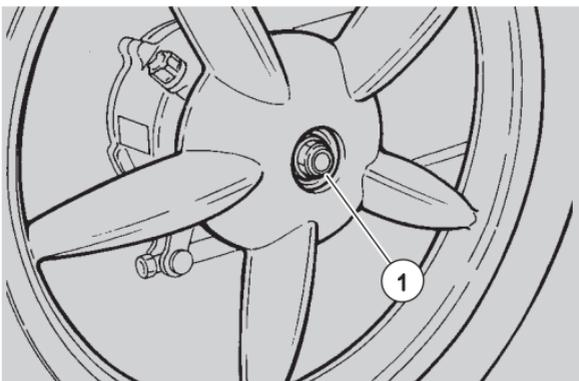

Abb. 34
- ◆ Die Radschraube herausdrehen (1-Abb. 34).
- ◆ Um das Rad wieder einzubauen, die Radschraube (1-Abb. 34) ein wenig festziehen, den Hinterradbremsehebel ziehen und gleichzeitig mit einem Momentenschlüssel bis 9,5 Kgm festziehen.
Wir empfehlen Ihnen bei jedem Radausbau die Radschraube (1-Abb. 34) zu erneuern.
BREMSNOCKENZAPFEN HINTERRAD- BREMSE SCHMIEREN (Abb.34)